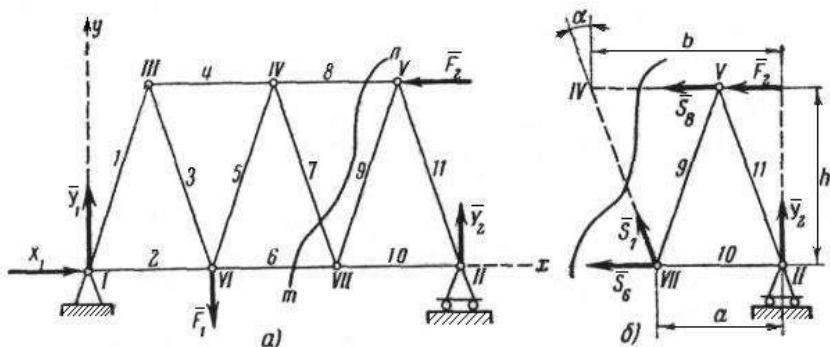

Рис. 75
Число стержней с неизвестными в них внутренними усилиями не должно превышать число аналитических уравнений, иначе конструкция будет статически неопределимой (рис. 75).
Переходим теперь к определению внутренних усилий в стержнях фермы по методу Риттера. Для этого мысленно разрежем ферму на две части, проведя сечение  $mn$ , например, через стержни 6, 7 и 5. После этого удалим мысленно одну из частей фермы, например левую, и рассмотрим оставшуюся правую часть. Для того чтобы равновесие оставшейся части фермы не нарушилось, необходимо согласно принципу освобождаемости от связей заменить действие существовавших ранее связей их реакциями, т. е. реакциями  $S_6$ ,  $S_7$  и  $S_8$  перерезанных стержней 6, 7 и 8 на узлы  $V$  и  $VII$  (рис. 75, б). Реакция каждого стержня фермы может быть направлена только вдоль стержня, от узла, если стержень растянут, и к узлу, если он сжат. Заранее мы не знаем, какие из стержней растягиваются, а какие сжимаются. Поэтому будем считать предварительно все стержни растянутыми, т. е. будем направлять их реакции от узла, как показано на рисунок 75, б. Знак «минус» перед модулем найденной реакции стержня будет показывать, что действительное ее направление обратно
где  $F_2, a$  и  $h$  – положительные числа. Если при этом и  $Y_2$  будет положительным числом, то знак «минус», стоящий в правой части соотношения (1), указывает на то, что на самом деле реакция  $S_8$  имеет направление, обратное показанному на рисунок 75, б, т. е. стержень 8 сжат.